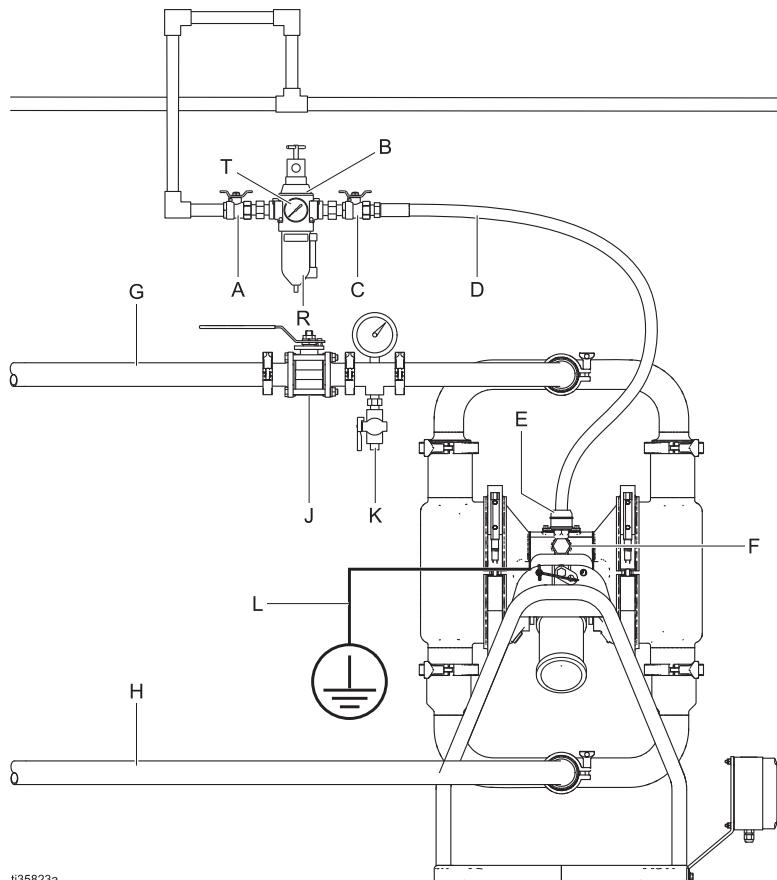

图 2：典型的地面安装
- 典型的安装可参见图 2。它仅是选择和安装系统组件的指南。若需设计一套适合您特定需求的系统，请联系固瑞克经销商以寻求帮助。
系统应配备一个排放型主空气阀 (C)，以释放该阀与泵之间的残留空气。残留空气会造成泵意外运转，导致严重伤害，包括流体溅到眼睛里或皮肤上。参见图 2.
1. 按图图 2. 应确保连接附件的空气管路已接地。
- a. 安装空气调节阀 (B) 和空气压力表 (T) 以控制流体压力。降低供应的空气压力会降低泵的流体出口压力。
- b. 将一个放气型主空气阀 (C) 安装在靠近泵的位置并用作释放残留空气。将另一个主空气阀 (A) 安装在所有空气管路附件的上游，并将其作为清洗和维修隔离之用。
- c. 空气管路过滤器 (R) 可以清除掉压缩空气供给中的有害灰尘和湿气。
2. 在这些附件与 1/2 npt (内螺纹) 泵进气口 (F) 之间安装一个接地的导电柔性空气管路 (D)。最小使用 3/8 英寸 (9.5 毫米) 内径的空气管路。如有必要，请在空气管路 (D) 和泵进气口 (F) 之间安装一个空气管路耦合器 (E)，并拧紧贴合。
2. 在靠近泵的流体出口处安装一个流体排放阀 (K)。参见图 2.